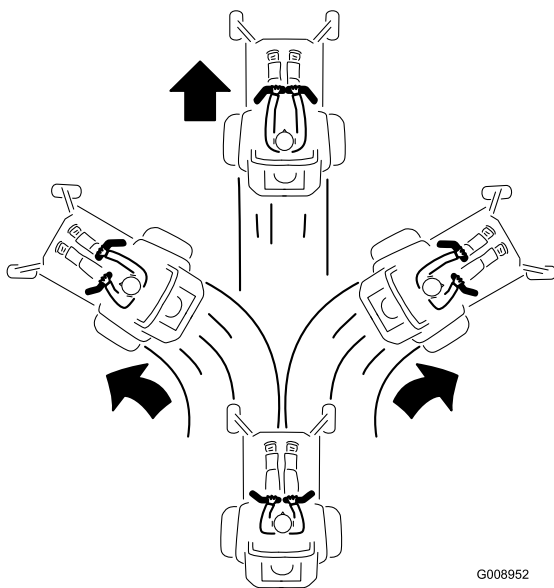

Figure 26
2. Pour vous déplacer en marche avant, poussez lentement les leviers de commande de déplacement vers l'avant (Figure 26).